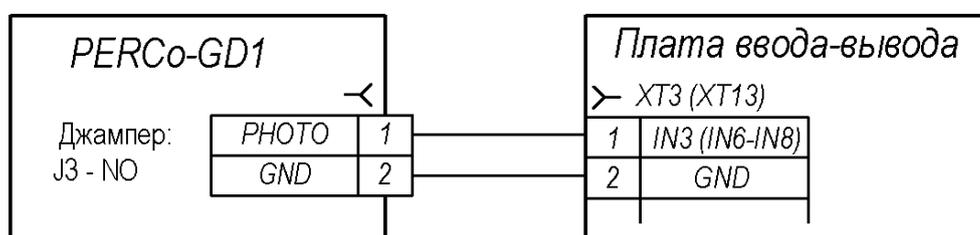

Рисунок 9. Пример схемы подключения фотоэлемента
Приемник фотоэлемента подключается к плате ввода-вывода (22) согласно схеме, представленной на рис. 9. При подключении нескольких датчиков их выходы включаются последовательно. Инструкцию по установке передатчика фотоэлемента см. в эксплуатационной документации на фотоэлемент. Для питания фотоэлементов необходимо использовать отдельный блок питания или батареи.